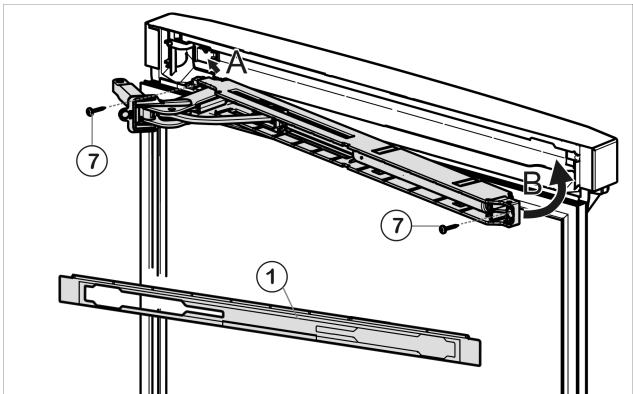

Fig. 56
- Enganche (A) la unidad de amortiguador de cierre superior con la articulación en el lado de la bisagra y gírela hacia dentro (B).
- Atornille la unidad de amortiguador de cierre (2 Torx 15) Fig. 56 (7).